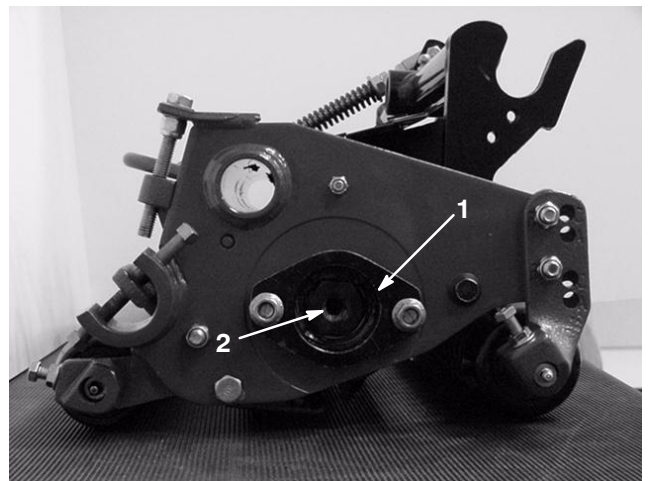

fig. 19
- B. Ta bort cylinderlagrets justeringsskruv med hjälp av en stor hylsnyckel (fig. 19). Knacka på huvudet på sexkantsbulten i änden av cylinderaxeln med en liten hammare, tills cylinderns ändspelrum kan kännas.
3. Ta bort lagrets stora justeringsmutter från den ände på cylinderaxeln där motvikten sitter, samt den råfflade specialmuttern (fig. 19) på motsatt sida av cylinderaxeln.